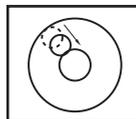

Fig.9
- Positionnez la bulle d'air de la fiole à mi-chemin par rapport au centre en tournant les molettes de nivellement (12) (Fig. 9 ci-dessous).